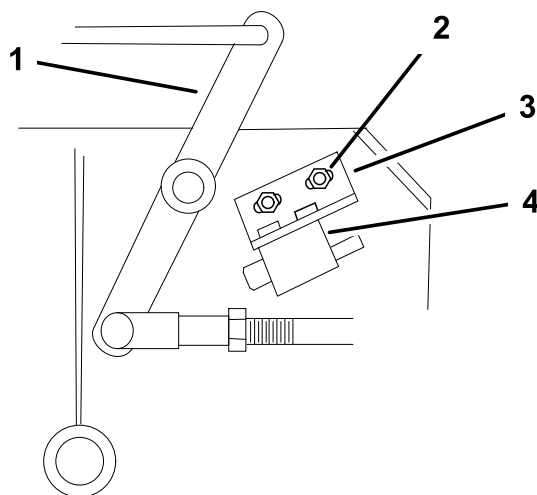

Figura 58
4. Si es necesario, ajuste el interruptor de seguridad de la cuchilla aflojando los pernos que sujetan el soporte del interruptor (Figura 58).
Nota: Asegúrese de que la palanca acodada **no** toca el cuerpo del interruptor, porque esto podría dañar el interruptor (Figura 58).